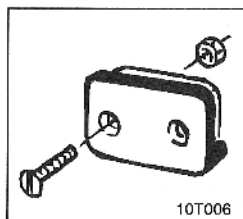

Fig. 9.4
- ☐ Holderen (fig. 9.4) til regneren monteres i førerkabinen.